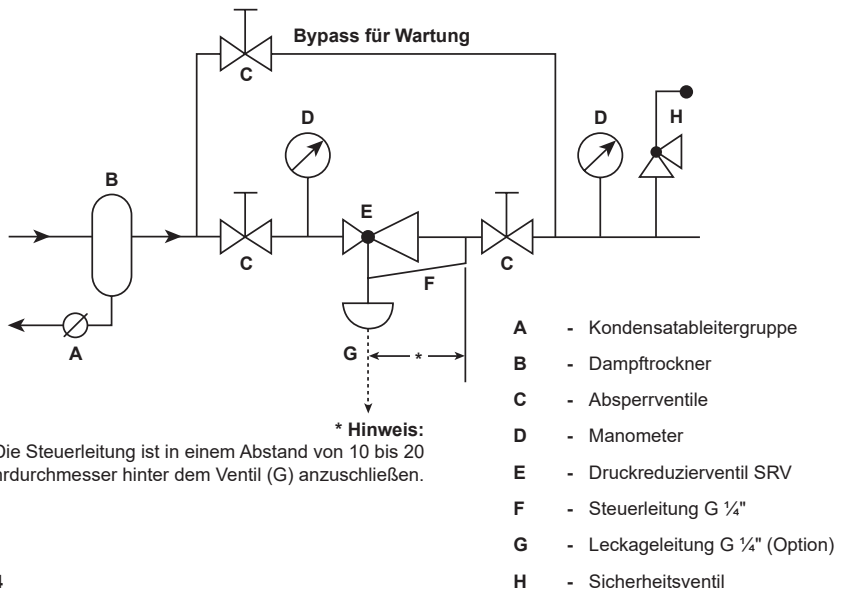
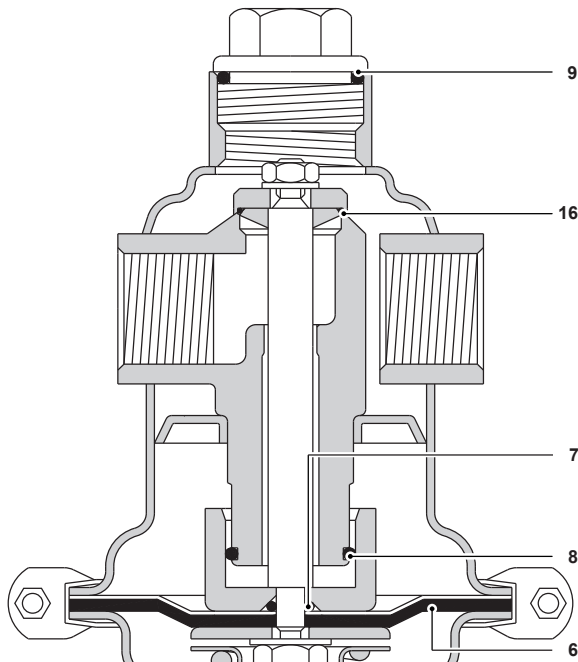

Abb. 4
Abb. 5
5.2 Inspektion/Austausch von Membrane und O-Ring-Dichtung (siehe Abb. 4 und Abb. 5)